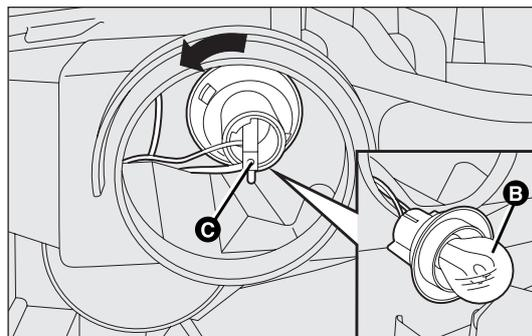

fig. 153
- gire hacia la izquierda el portalámpara C-fig. 153 y extraígallo;
- extraiga la lámpara B-fig. 153 empujándola ligeramente y girándola hacia la izquierda;